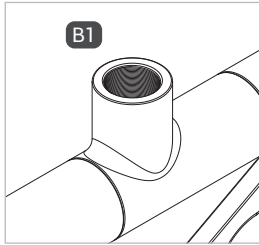

Abbildung 1
- ▶ Verschrauben Sie die Betriebsmedienzuleitung „B1“ druckdicht mit dem Anschluss der Medienleitung (*Abbildung 1*).